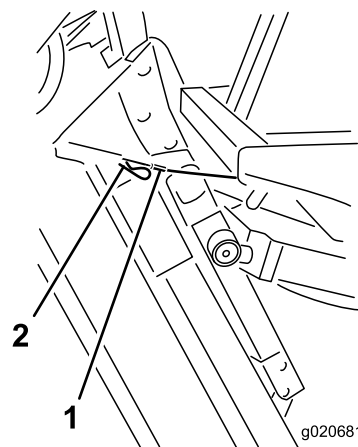

Figure 82
6. Tout en maintenant l'unité à la verticale, placez l'extrémité du câble sur l'axe du bras de levage et fixez-le en position à l'aide de la goupille fendue (Figure 82).